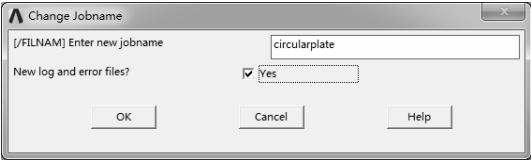

图 9-34 “Change Jobname”对话框
- 1) 选择“Utility Menu>File>Change Jobname”命令，弹出“Change Jobname”对话框，修改工程名称为“circularplate”，如图 9-34 所示。单击“OK”按钮完成修改。